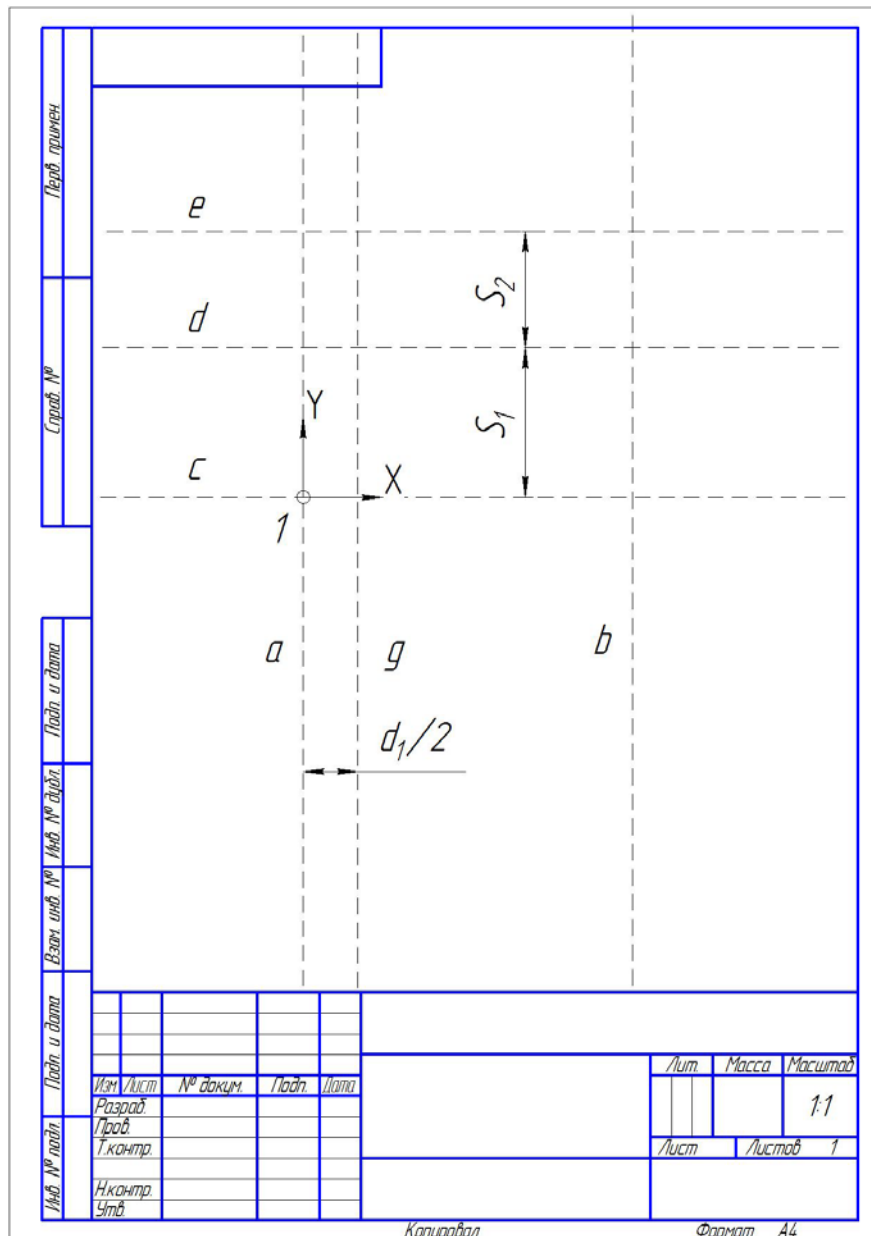

Рис. 3.8. Вспомогательные прямые, используемые при построении фронтального и профильного разрезов соединяемых деталей
3. Передвигая курсор с фантомом осей координат по полю чертежа, щелчком ЛКМ укажите точку привязки вида (точка 1 на рис. 3.8).
1. Постройте сетку вспомогательных линий, воспользовавшись командами построения горизонтальных, вертикальных и параллельных вспомогательных прямых, расположенных на странице **Геометрия**  (рис. 3.8).